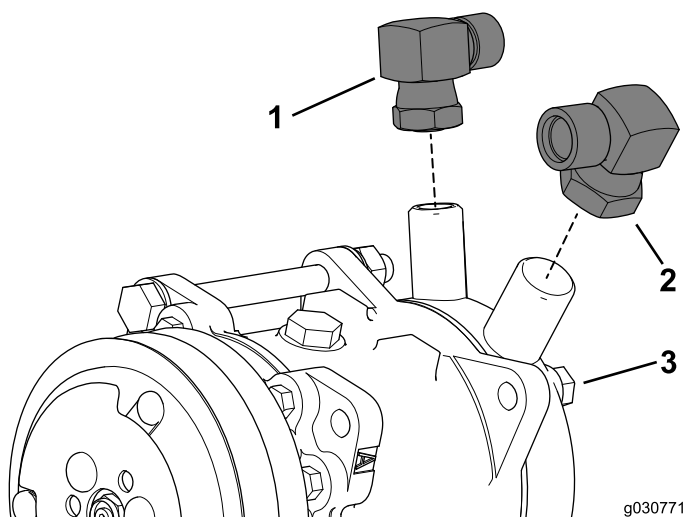

Рисунок 41
1. Установите прямоугольный штуцер (7/8 дюйма) во впускное отверстие низкого давления насоса системы кондиционирования воздуха (Рисунок 41).
3. Установите прямоугольный штуцер (3/4 дюйма) в выпускное отверстие высокого давления насоса системы кондиционирования воздуха (Рисунок 41).